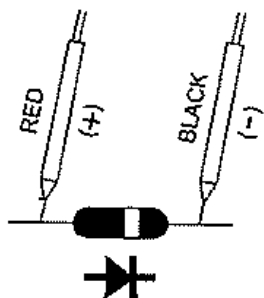

Fig. 2
- 4) a. Quando ligado à polaridade como ilustrado na Fig. 2, é estabelecido um fluxo de corrente direta e o valor aproximado da Tensão Direta do Díodo (VF) será visualizado no visor. Se o díodo em teste estiver danificado, será visualizado um valor “.000” ou aproximado (curto-circuito) ou “1” (circuito aberto).